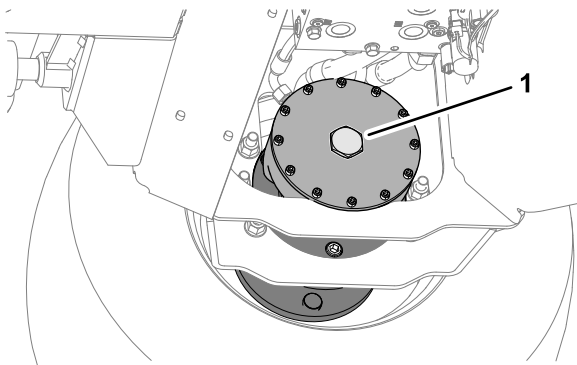

Figura 44
6. Rimuovete il tappo esagonale dal gruppo del freno del motore della ruota anteriore destra (Figura 44).